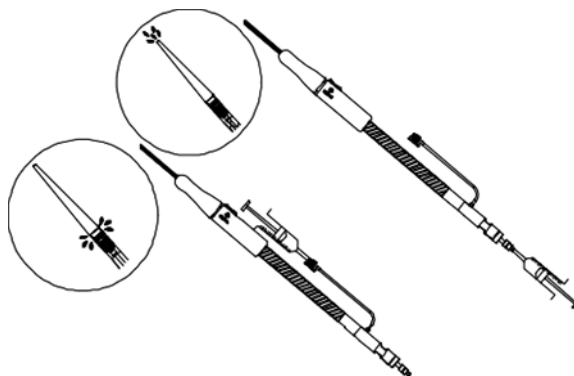

Рис. 3. Промывка внутренней трубки и внешней системы интродьюсера
- ✧ Присоединить шприц с гепаринизированным физиологическим раствором к узлу Люэра и гемостатическому клапану и промыть отдельно для удаления воздуха из внутренней трубки и внешней системы интродьюсера. (Рис. 3)